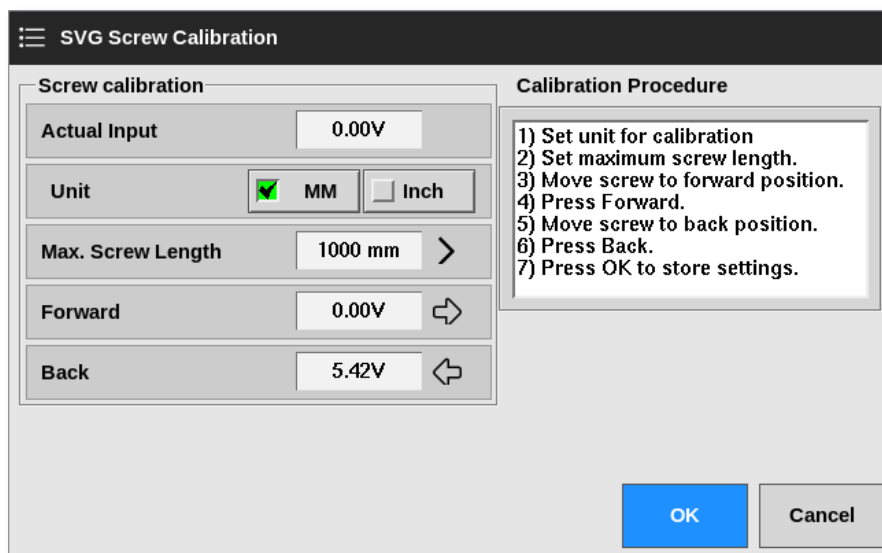

Figura 14-2 Cuadro Calibración de tornillos SVG:
11. Siga el procedimiento de calibración que se muestra en el cuadro Procedimiento de calibración. Consulte la Figura 14-2.